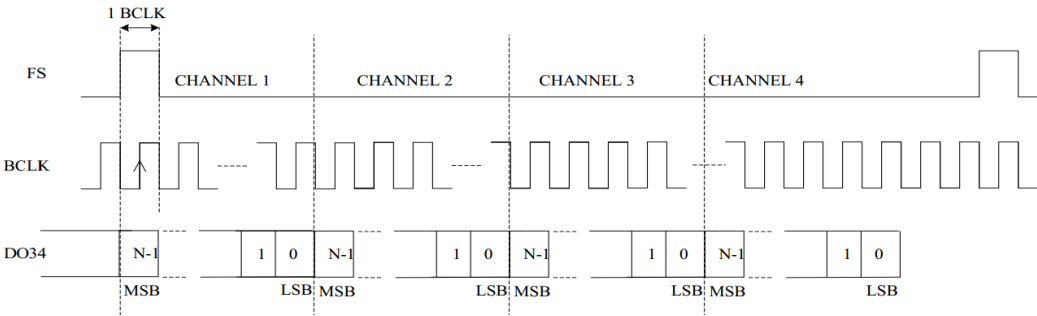

图14. TDM Mode B
- Mode B: 数据在FSYNC有效后，BCLK的第1个上升沿有效（图14）